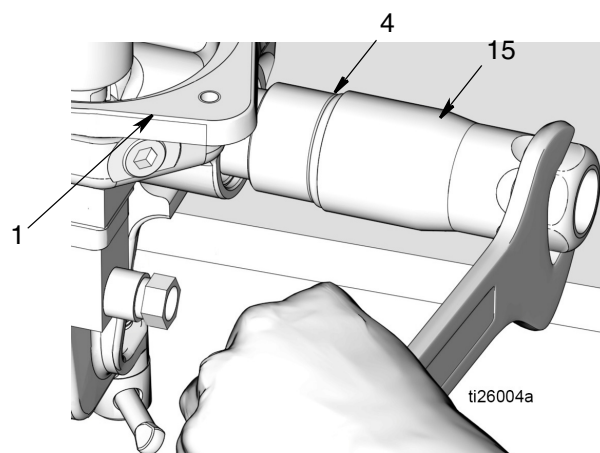

FIG. 23
- e. Smaltire gli O-ring (7, 41) e il dado (5) secondo le norme vigenti per il corretto smaltimento
16. Rimuovere la valvola di ritegno sulla mandata (15) dalla base della pompa (1) (FIG. 23). Estrarre l'O-ring (4) dalla valvola di ritegno sulla mandata. Smaltire gli O-ring secondo le norme vigenti per il corretto smaltimento.